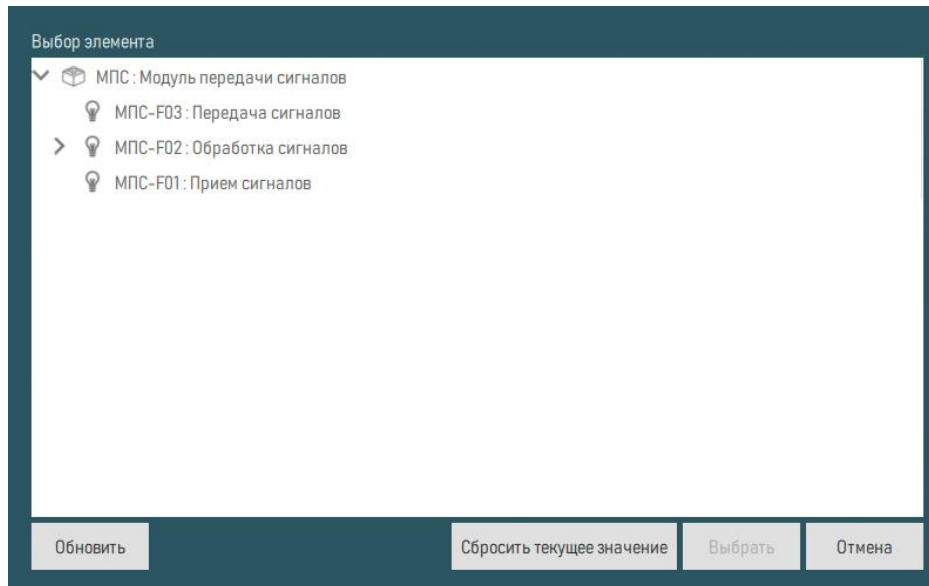

Рисунок 280 – Окно «Выбор элемента»
3) В открывшемся окне «Выбор элемента» (рисунок 280) выбрать отказывающую функцию и нажать кнопку «Выбрать».